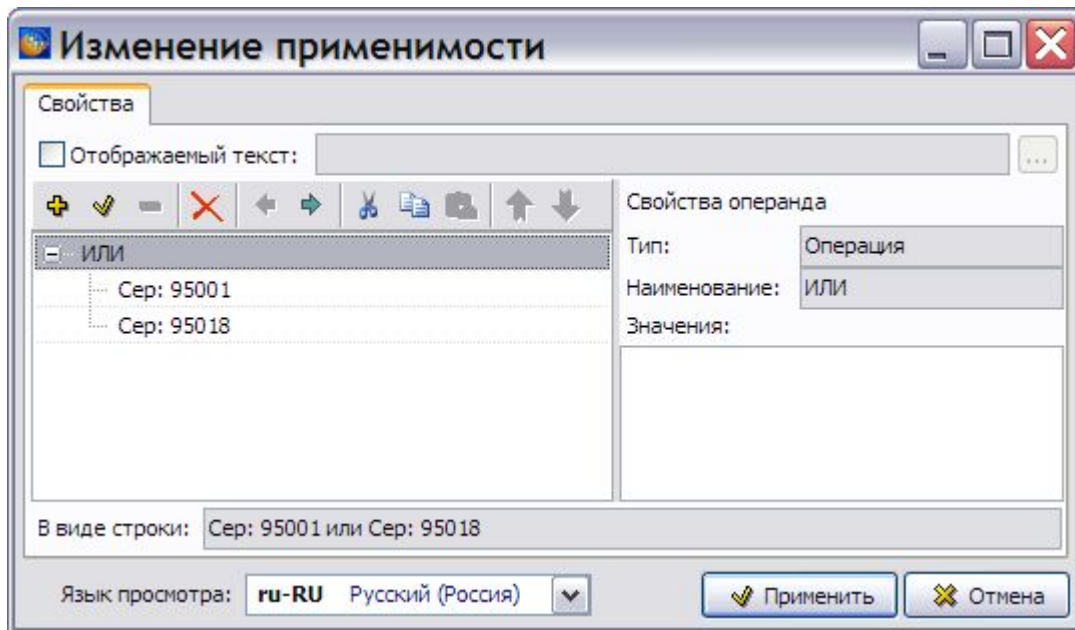
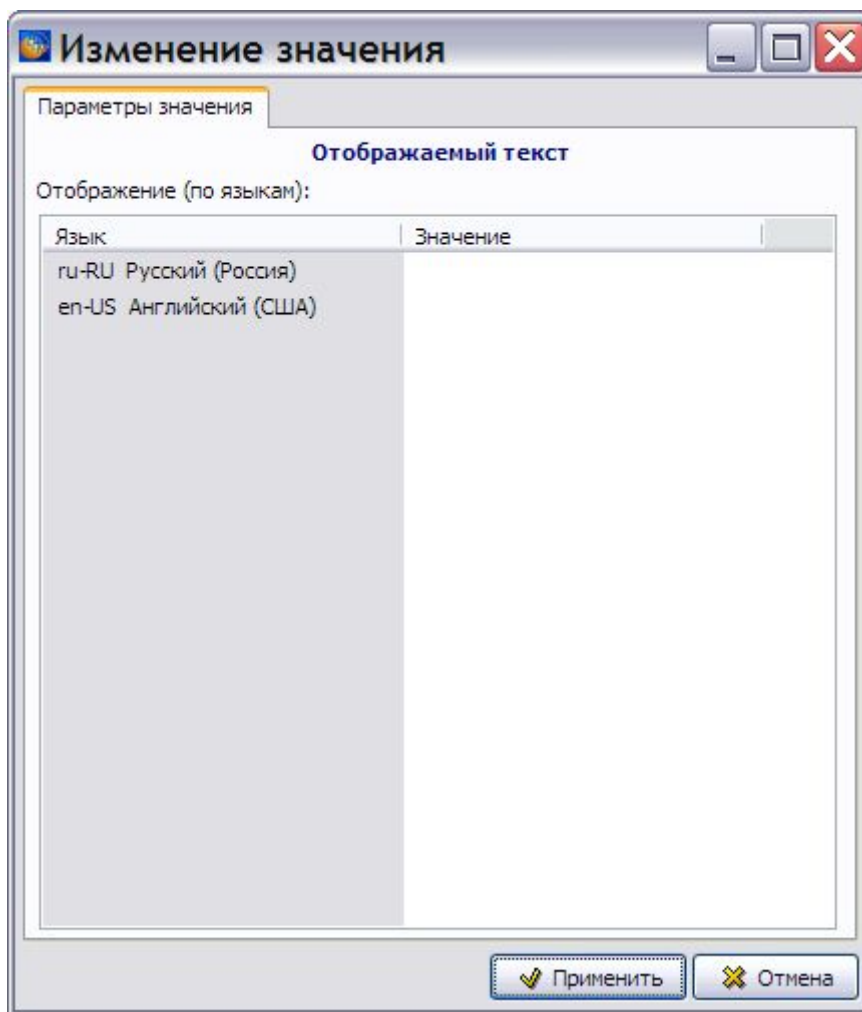

Рис. 10.11
Рис. 10.12
12. Задайте второй операнд для операции «ИЛИ» (Рис. 10.11).
13. Указанная для версии модуля данных применимость отображается в поле **В виде строки** (Рис. 10.11). При необходимости, например, в случае длинного сложного выражения, пользователь имеет возможность изменить текст. Для этого установите флаг **Отображаемый текст**. После этого откроется окно **Изменение значения** (Рис. 10.12). В том случае, если флаг **Отображаемый текст** уже установлен, для открытия окна **Изменение значения** нажмите на кнопку  справа от поля.